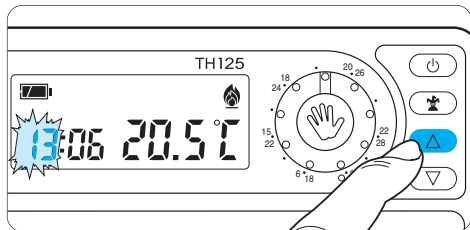

Fig. 18
5.4 - Premere il pulsante ∇ o Δ (fig. 18), sino a che non si raggiunge l'ora esatta.